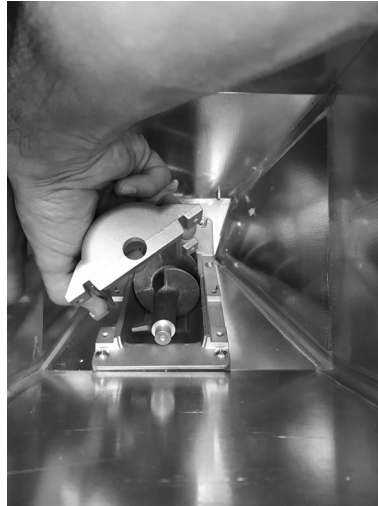

Fig. 45 - Extracción de la cobertura
- Extraer la cobertura (véase **Fig. 45**).